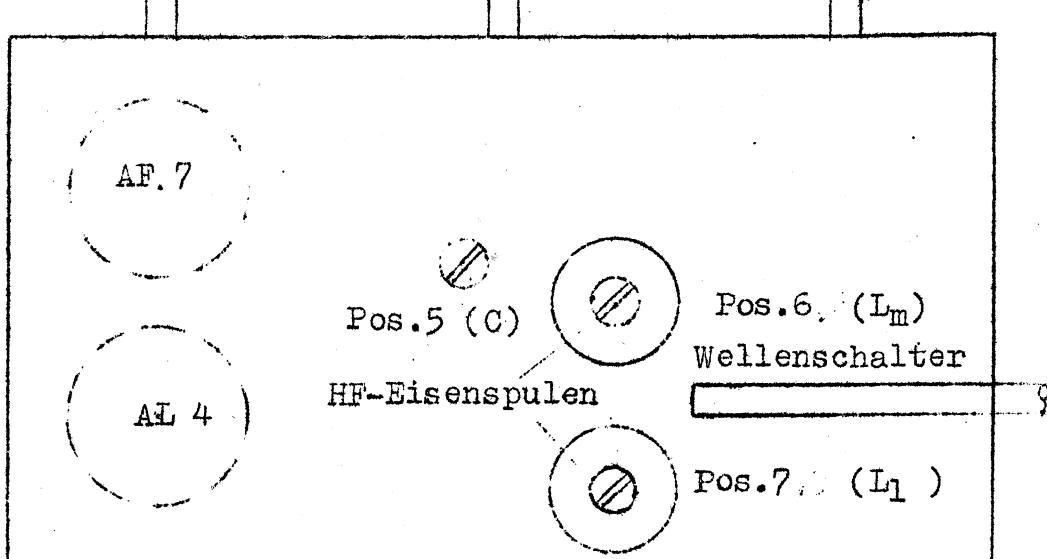

Bild 4 Chassis AEG 2¹⁶ W Unteransicht
- 4.) Abgleich: (Eichmarken der Skala siehe Bild 3, Positionsplan siehe Bild 4). Vor dem Abgleichen Zeigerendstellung kontrollieren. Differentialkondensator (Lautstärkeregler) und Rückkopplung in Mittelstellung bringen, Hauptschalter auf Mittelbereich schalten, Meßsender auf 1300 kHz und Zeiger auf Eichmarke 1300 kHz einstellen. C-Quetsche (Pos.5) mit Isolierschraubenzieher einregulieren, dann Meßsender auf 600 kHz stellen und L-Abgleich (Pos.6) mit Isolierschraubenzieher vornehmen. C- und L_m-Abgleich solange wiederholen, bis das Maximum erreicht ist. Letzte Einstellung C. Hauptschalter auf Langbereich schalten. Meßsender auf 155 kHz (= Kowno) und Skalenzeiger auf entsprechende Eichmarke bringen, dann L₁ (Pos.7) nachstellen.